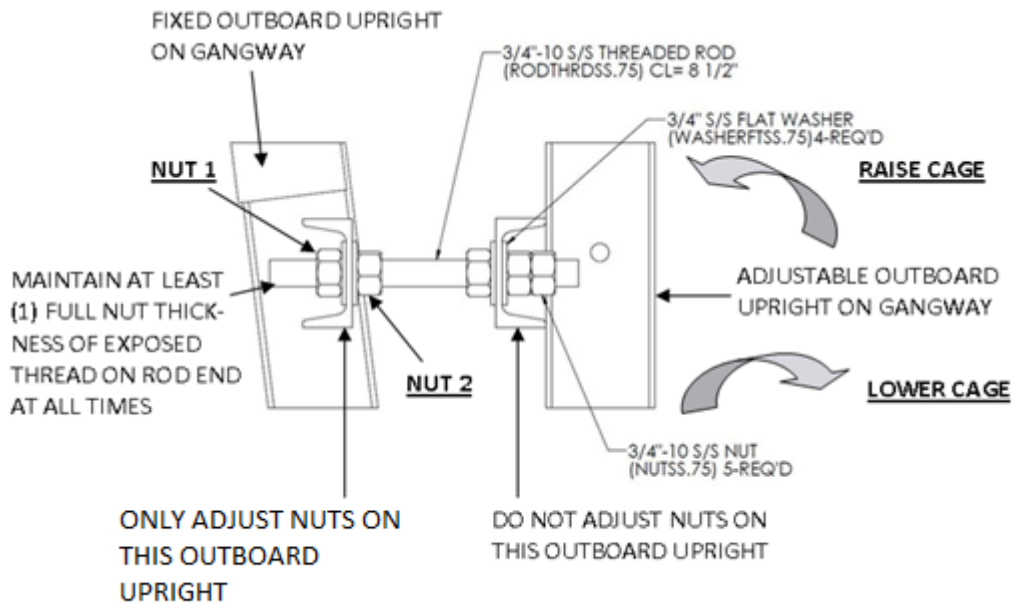

FIGURE 7-7
k) CAGE LEVELING PROCEDURE SEE FIGURE 7-7.